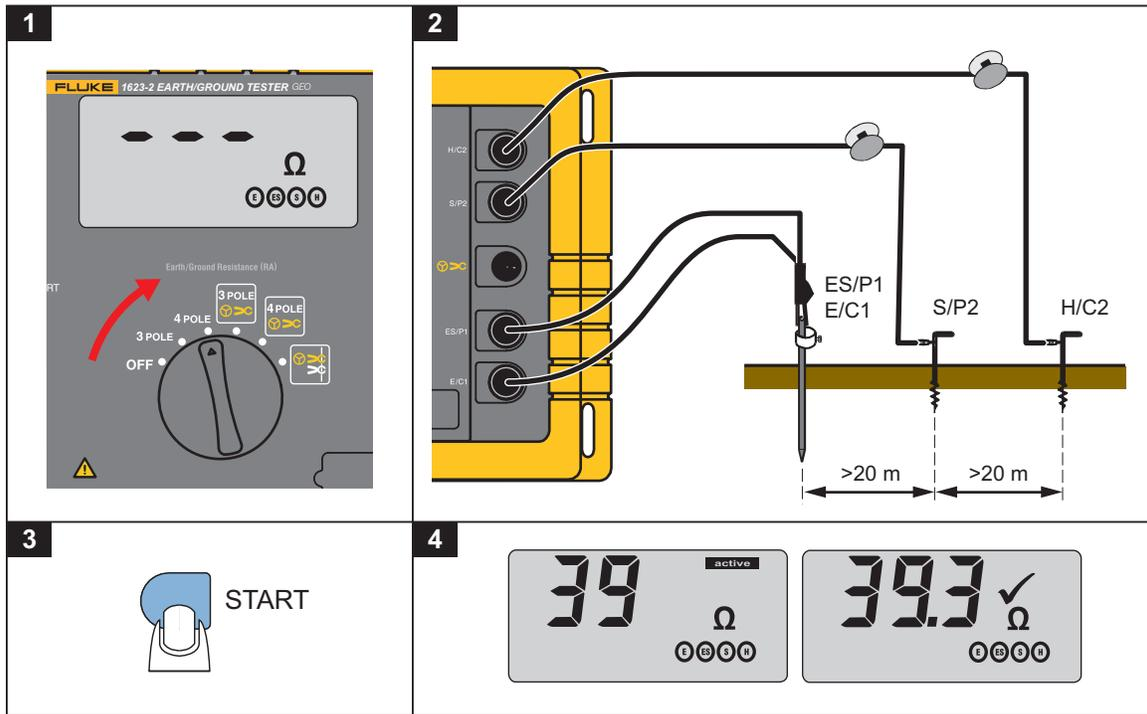

Figura 5. Mediciones R_A de 4 polos
1. Seleccione la función **4 POLOS**. Consulte la Figura 5.